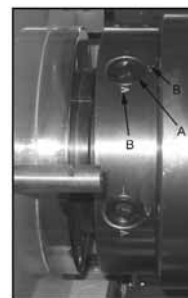

Fig. 3
5. Lyft upp chucken till spindelspetsen och pressa på den på spindeln. Dra fast den med chuckskruvorna (ett 1/4 varv, medurs). Markeringen (A, fig. 3) på chuckskruvorna ska stå mellan de två pilarna när chuckskruvorna är åtdragna (B, fig. 3). Om markeringen inte befinner sig mellan de två pilarna, ta av chucken igen och justera tapparna genom att antingen skruva ut dem ett helt varv (om stiften inte kuggar i) eller skruva in dem ett helt varv (om stiften är utanför markeringarna).